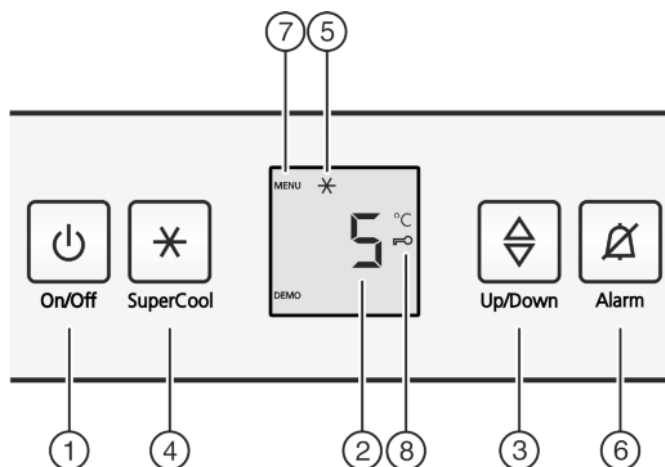

Fig. 2
- ▶ Nacisnąć przycisk On/Off *Fig. 2 (1)*.
- ▶ Nacisnąć i przytrzymać przycisk SuperCool *Fig. 2 (4)* przez ok. 5 sekund.
- ▷ Na wskaźniku pojawia się symbol menu *Fig. 2 (7)*.
- ▶ Krótco potwierdzić przyciskiem SuperCool *Fig. 2 (4)*.
- ▷ Na wskaźniku świeci symbol zabezpieczenia przed dziećmi *Fig. 2 (8)*.
- ▶ Krótco wcisnąć przycisk On/Off *Fig. 2 (1)*.
- ▶ Nacisnąć przycisk Alarm *Fig. 2 (6)*.
- ▶ Wywoływanie funkcji temperatury: Nacisnąć przycisk ustawiania *Fig. 2 (3)*.
- ▶ Zmiana temperatury krokami po 1 °C: Tyle razy nacisnąć przycisk ustawiania *Fig. 2 (3)*, aż na wskaźniku temperatury pojawi się żądana temperatura.
- ▶ krótko nacisnąć przycisk SuperCool Fig. 2 (4).
- ▷ Na wskaźniku świeci symbol SuperCool Fig. 2 (5).
- ▷ Na wskaźniku gaśnie symbol SuperCool Fig. 2 (5).